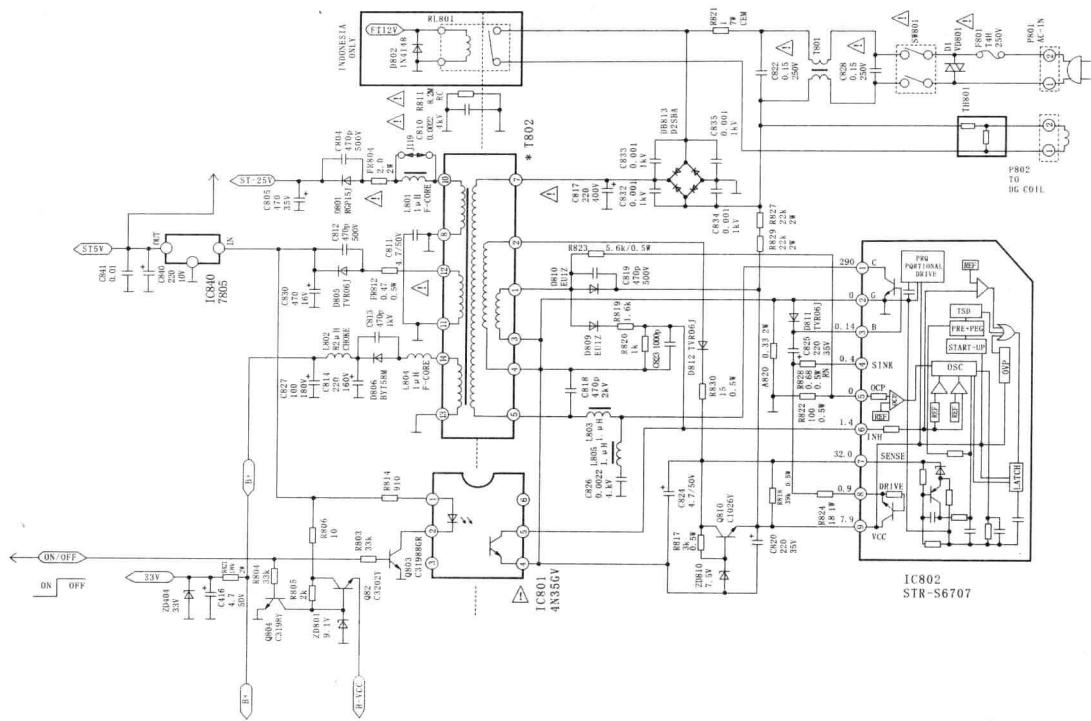

图 1-2 LG CF21G20K 型彩电开关电源电路
工作原理 (图 1-2) 开关电源采用集成电路 IC802 (STR-S6707) 作为主要元件, 电源开关管、振荡、控制过流过压保护电路都集成在其中。IC802 的①脚为开关管的集电极, ②脚为发射极, ③脚为开关管的基极, ⑤脚为驱动信号端。交流 220V 电压经整流滤波输出 300V 直流电压, 该电压经开关变压器 T802 的初级绕组⑦—⑤加到集成电路 IC802 的①脚。同时, 交流 220V 电压经桥式整流二极管的一端半波整流, 电阻 R827、R829 降压, 为 IC802 的⑨脚提供启动电压。IC802 启动后, 开关变压器 T802 的②脚输出感应电压, 经 D812 整流、R830 限流、C824 滤波, 形成的直流电压经 Q810 稳压输出正反馈电压, 也加到 IC802 的⑨脚, 使开关管电路形成稳定的振荡状态。